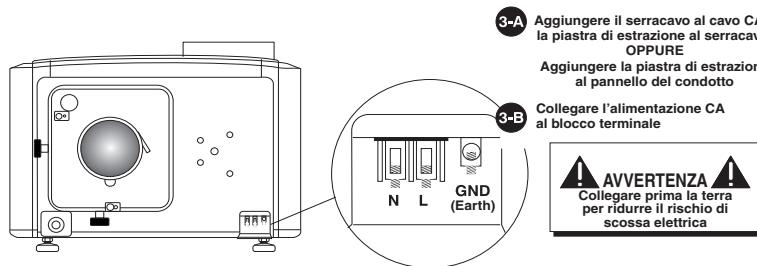

Figura 2-11 Procedura per collegare l'alimentazione CA al blocco terminale
3. Collegare la sorgente di alimentazione CA al blocco terminale, iniziando prima dal cavo di terra. Vedere **Figura 2-11** per i dettagli del cablaggio. Usare un connettore per serracavo di dimensioni adeguate con la piastra di espulsione fornita, in modo da assicurare una sigillatura ambientale idonea e prevenire l'usura o lo strappo accidentale dei cavi. **NOTA:** 1) Il blocco terminale può alloggiare anche un cavo 8 AWG. 2) Eventualmente è possibile usare un connettore per serracavo a 90° per orientare il cavo di alimentazione verso il basso.